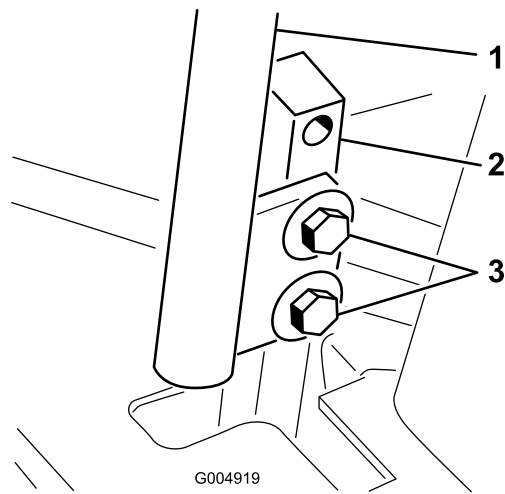

図 64
3. コントロールレバーを固定しているボルトをゆるめる（図 64）。